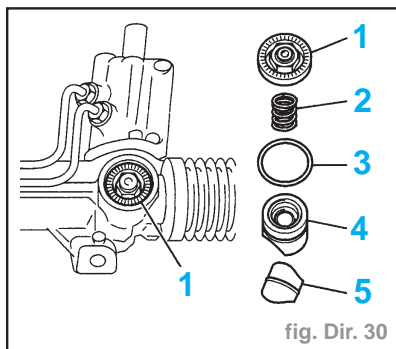

fig. Dir. 30
- Déposer (fig. Dir. 30) :
- la vis (1)
- le ressort (2)
- le joint torique (3)
- le poussoir (4)
- le segment (5)